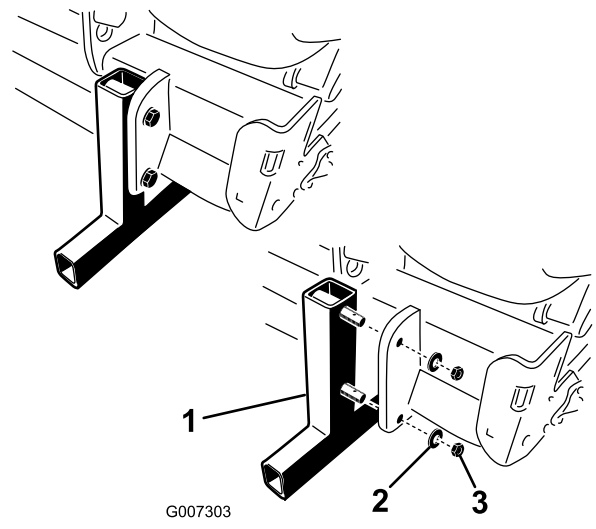

Bild 19
- Setzen Sie die Klappstecker (von den losen Teilen) während der Einlagerung in die Ständerstifte (Bild 19).
- Entfernen Sie die Muttern und Sicherungsscheiben, mit denen die Sicherheitsständer am Aerifizierer befestigt sind (Bild 19).